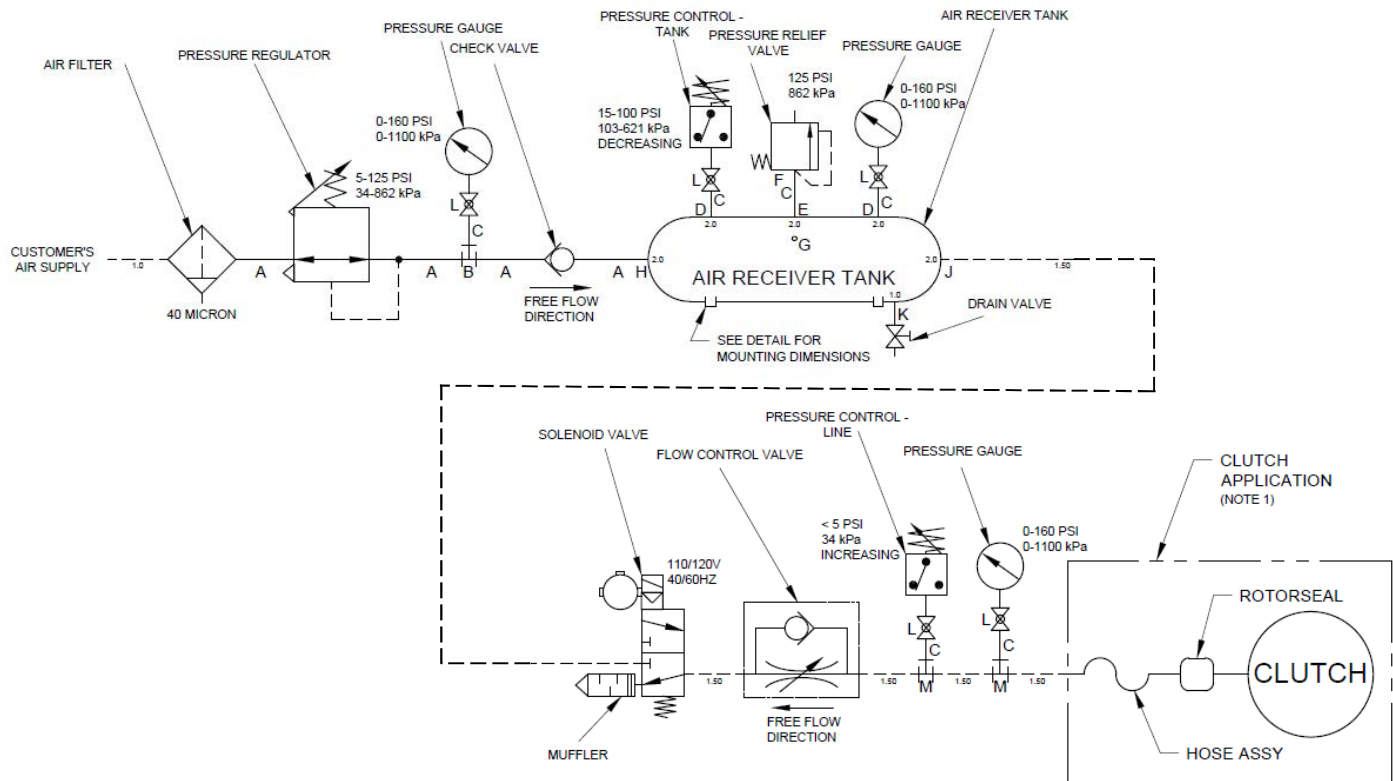

Figura 12
- 2.7.1 Un sistema de control de aire típico se muestra en la **Figura 12.** Dado que el sistema de control de aire utilizado dependerá de la aplicación específica, no se puede hacer una descripción detallada en este manual. Las siguientes son algunas pautas generales para instalar y ajustar los controles de aire.